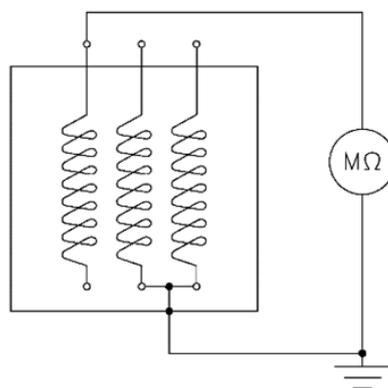

Figura 5-1
- **Estator principal:** la resistencia de aislamiento se mide desconectando las conexiones de los reguladores (reguladores de tensión y otros dispositivos) o de cualquier otro dispositivo en la unidad. La medida se efectuará entre una fase y tierra, con las dos restantes también conectadas a tierra junto con los auxiliares (operación a repetir en las tres fases). Véase la Figura 5-1 Medición de la resistencia de aislamiento en el bobinado del estator.